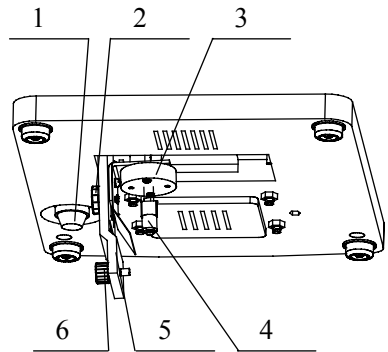

图 15
2. 更换 **XPL-1500/XPL-1530** 透射照明的灯泡，见图 15。
3. 更换保险丝, 见图 15.
保险丝盒位于底盘上, 拧松保险丝螺母, 取出烧坏的保险丝, 装上新的保险丝, 拧紧螺母即可使用(图 15)。